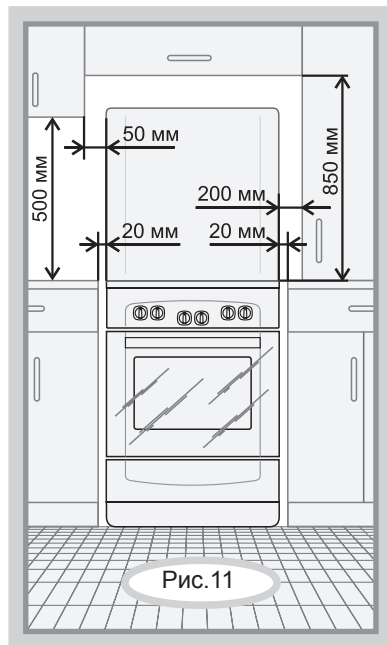

Рис. 11
- Минимальные расстояния, которые необходимо выдержать при установке плиты, показаны на рис.11. Задняя стенка плиты должна отстоять от поверхности стены не менее чем на 50 мм. Торцы мебели на уровне варочной поверхности стола рекомендуется защитить металлическими накладками. Кухонные полотенца, шторы и т.п. должны находиться на безопасном расстоянии, исключающем их воспламенение.